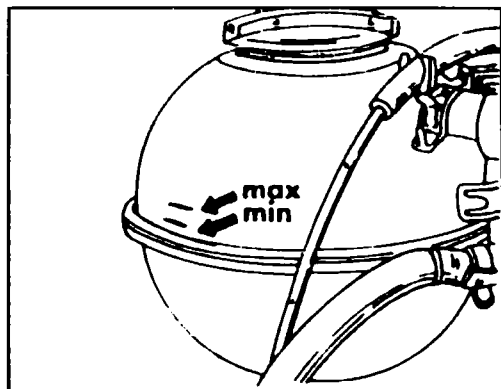

Рис. 4.1 Расширительный бачок
Система охлаждения всех двигателей - жидкостная, замкнутая, работающая при повышенном давлении. Жидкость приводится в движение центробежным насосом лопастного типа. Направление потока жидкости регулируется термостатом, в зависимости от температуры охлаждающей жидкости. Вентиляторы радиатора (их два) включаются двухрежимным термовыключателем, установленным в радиаторе. Вентиляторы двухскоростные, работа двигателя при температурах от 84 до 90°C обеспечивается первым среднескоростным режимом работы. При температуре охлаждающей жидкости 93- 98° вентиляторы работают на полную мощность. В системе охлаждения предусмотрен отдельный расширительный бачок (см. рис. 4.1).
- ◆ Залив жидкость в бачок до метки "MAX" (см. рис. 4.1) закройте крышку расширительного бачка.